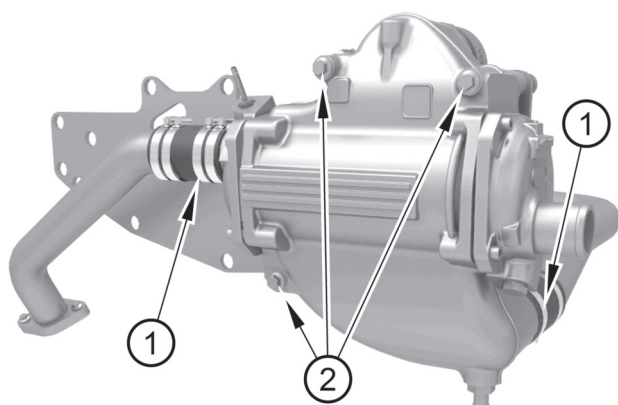

Figura 24
2. Afloje las abrazaderas del tubo flexible (figura 24, elemento 1).